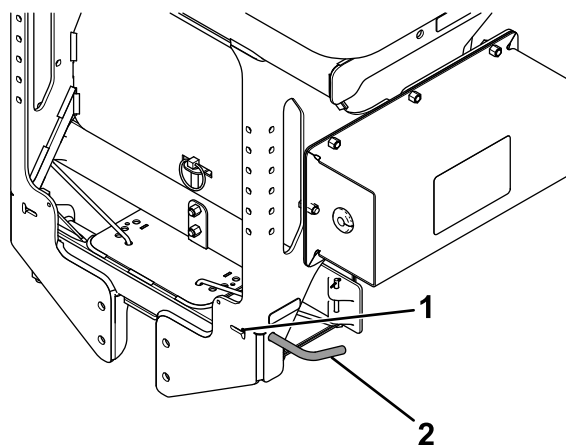

Figura 26
3. Tire del cerrojo con muelle del disco distribuidor hacia fuera y bloquéelo en la ranura de fijación (Figura 26).